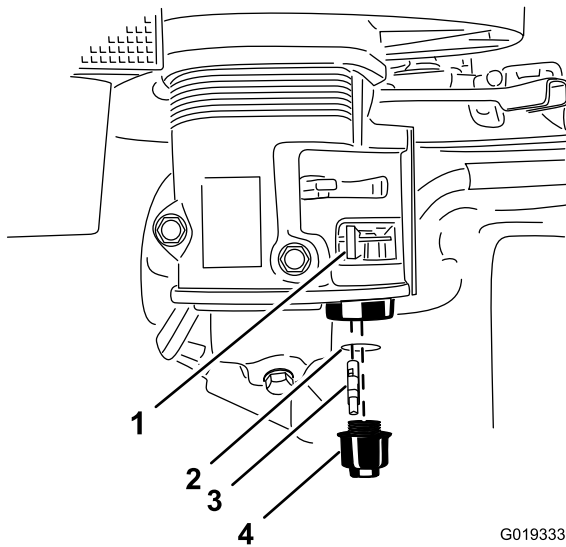

Figure 22
4. Déposez la cuvette de décantation et le joint torique (Figure 22).
6. Placez le joint torique dans le robinet d'arrivée de carburant, reposez la cuvette de décantation et serrez-la solidement (Figure 22).